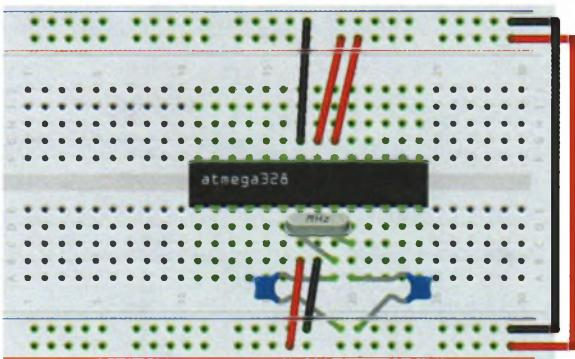

РИСУНОК 25.8
8. Подключите одну ножку кварцевого генератора к контакту 9 микросхемы ATmega, а другую — к контакту 10. Подключите ножки одного дискового конденсатора емкостью 22 пФ к контактам 9 и GND, а ножки второго — к контактам 10 и GND, как показано на рис. 25.8.